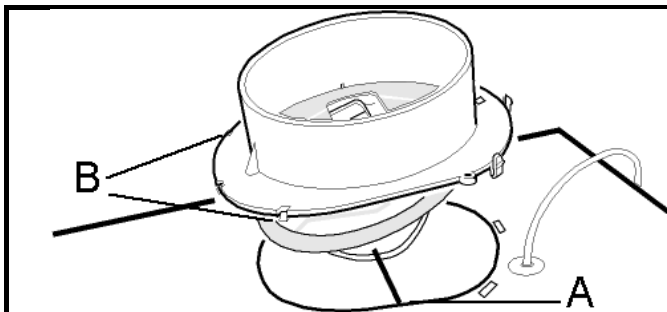

Fig. 2
Før hetten plasseres, må tilkoblingsstussen (som ligger inni hetten) monteres (jfr. fig. 2). Dette gjøres ved å plassere spjeldakslingen, A, under spjeldlokket, samtidig som festene, B i framkant på stussen kommer under platekanten. Stussen trykkes deretter på plass og festes vha. "snapp-låsene".
Före kåpan monteras, ska anslutningstosen (som ligger inuti huven) på monteras (fig.2). Detta görs genom att montera tätningen, A, under spjällloppet, samtidigt som fästerna, B i framkant på stosen placeras under kanten. Stosen trycks därefter på plats och fästs vis snäpplåsen.
Montieren Sie das mitgelieferte Anschlußstück bevor sie die Dunstabzugshaube montieren (fig.2): Positionieren Sie die Achse der Klappe (A) unter den Deckel. Vergewissern Sie sich, daß die Fix-punkte (B) auf der Unterseite sind. Drücken Sie das Anschlußstück auf, bis die Fixpunkte eingerastet sind.
Mount the duct connector (provided) before installing the cookerhood (see fig. 2). This is done by positioning the damper axle, A, under the damper lid. Make sure that the fixing devices, B, are placed under the edge of the plate. Press the connector into position and fix by means of the snap locks.